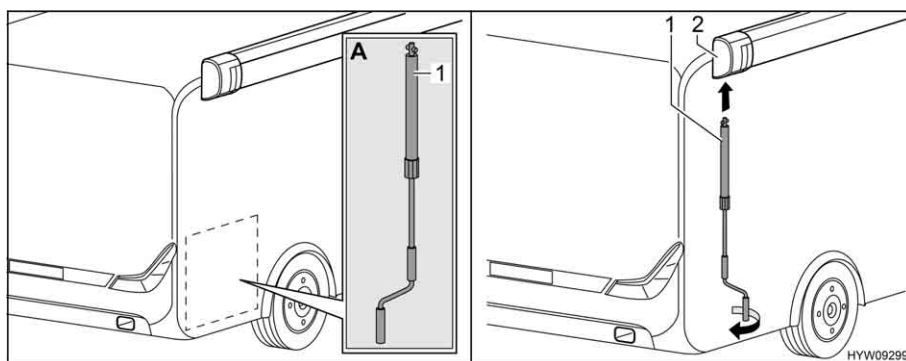

Fig. 45 Applicazione manovella
- Prelevare la manovella (Fig. 45,1) dal garage di coda (Fig. 45,A).
- Inserire la manovella nel supporto a baionetta (Fig. 45,2) della tenda.